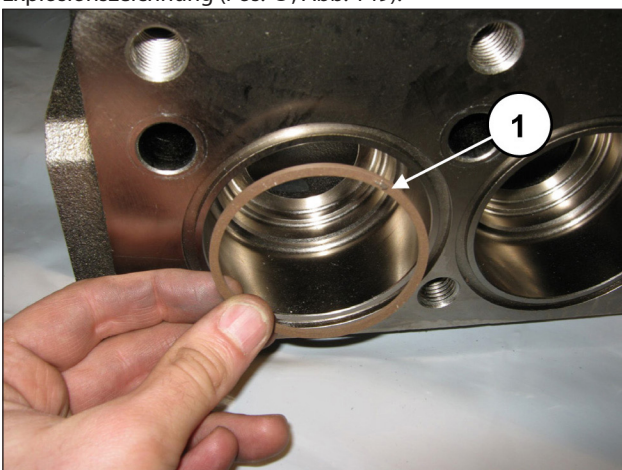

Abb. 149
Setzen Sie auf Saugseite den Stützring ein, Pos. 6 Explosionszeichnung (Pos. ①, Abb. 149).